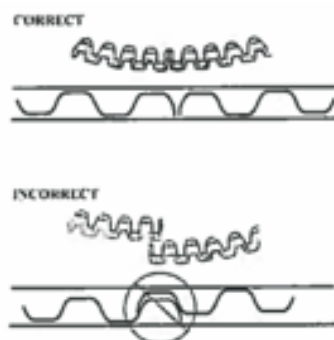

figura 2
1. Il raschiaolio è composto da 3 elementi: un segmento, una molla e un secondo segmento. La cosa più importante è che le estremità della molla non si sovrappongano (figura 2).